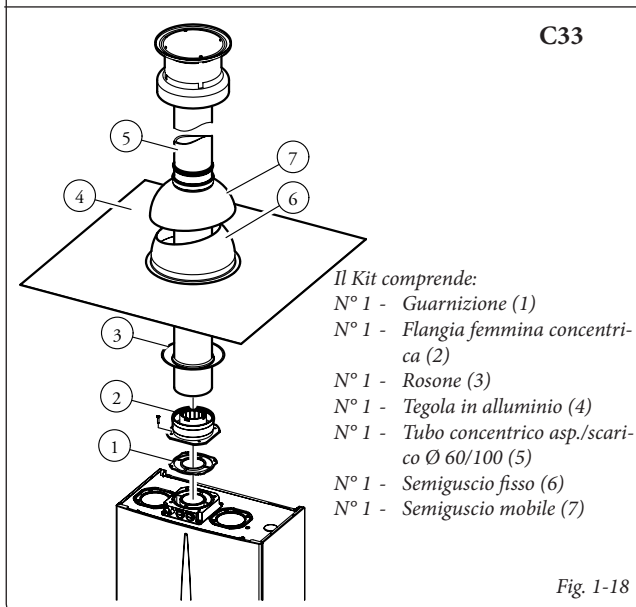

Fig. 1-18
- Kit verticale concentrico di aspirazione e scarico. Questo terminale permette l'aspirazione dell'aria e lo scarico dei fumi direttamente all'esterno dell'abitazione in senso verticale (Fig. 1-18 ÷ 1-19).
Kit verticale con tegola in alluminio Ø 60/100. Montaggio kit (Fig. 1-18): Installare la flangia concentrica (2) sul foro centrale della caldaia interponendo la guarnizione (1) (che non necessita di lubrificazione) posizionandola con le sporgenze circolari verso il basso a contatto con la flangia di caldaia e serrare con le viti presenti nel kit. Installazione della finta tegola in alluminio: sostituire alle tegole la lastra in alluminio (4), sagomandola in modo da fare defluire l'acqua piovana. Posizionare sulla tegola in alluminio il semiguscio fisso (6) e inserire il tubo di aspirazione-scarico (5). Innestare il terminale concentrico Ø 60/100 con lato maschio (5) (liscio), nella flangia (2) sino a portarlo in battuta, accertandosi di avere già inserito il rosone (3),